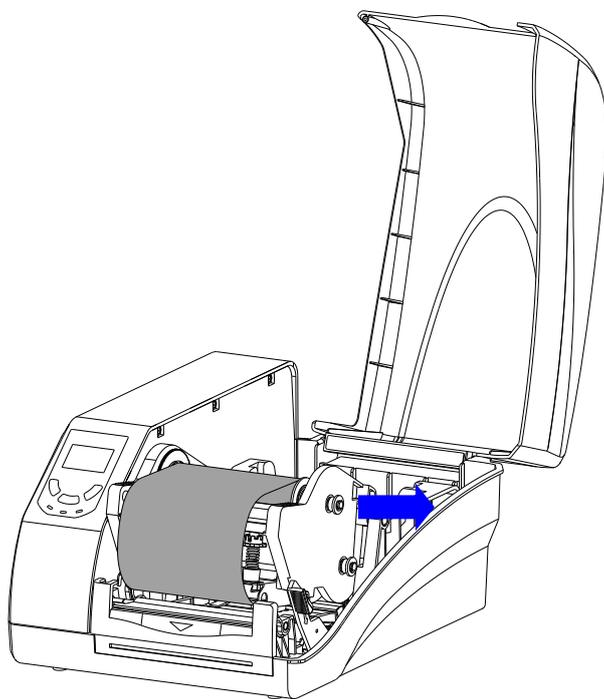

图 2-9 将空卷芯卡入碳带回收端
6. 放下打印模组，向外拉起碳带回收端的碳带释放钮，将卷好碳带的空卷芯绕过打印模组，卡入碳带回收端，确保碳带回收端左压盘上的两个长条形凸起卡入碳带适配管左侧的两个卡口中。如图 2-9 所示。